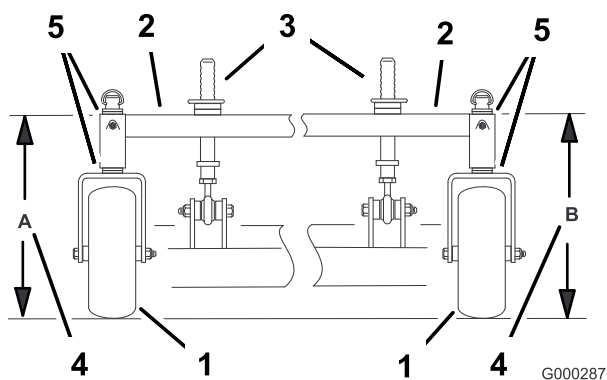

Figura 57
- Misurate l'altezza del telaio portante al punto **A** (Figura 57).
- Misurate l'altezza del telaio portante al punto **B** (Figura 57).